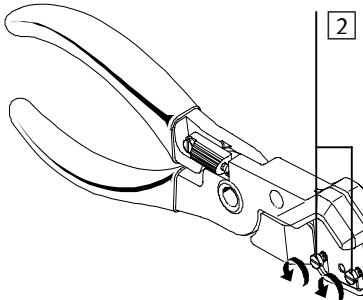

Bild 3 / Fig. 3
- Loosen the fastening screws ([2] in Fig 3).
- Lossa fästsruvarna ([2] på bild 3).